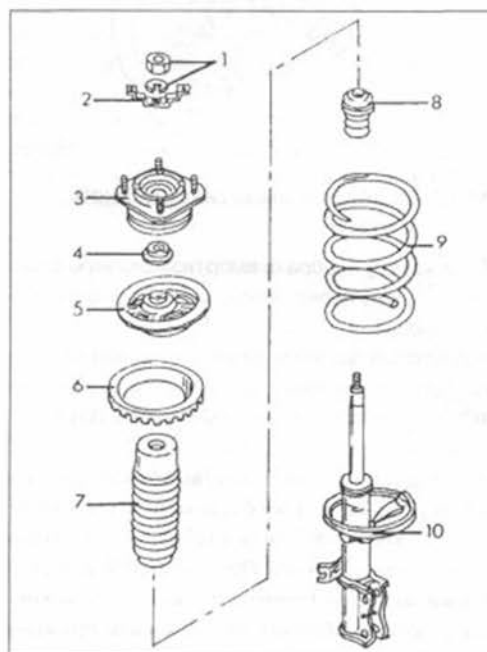

Рис.183.
- Все детали верхней опоры вынуть, после этого винтовую пружину вынуть из амортизационной стойки. Если должна быть установлена та же пружина, нужно обозначить положение установки, если пружину заменяют, нужно установить новую пружину на то же самое место, что и предыдущая. Детали показано на рис.183. Если пружина устанавливается опять и не нужно устанавливать другую пружину, можно оставить пружину в зажимном устройстве.